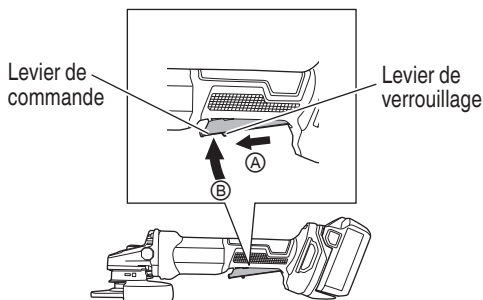

Fig. 15
2. Mettre la meuleuse sous tension (Fig. 15). Pour mettre l'outil en marche, poussez le levier de verrouillage dans la direction de Ⓐ et appuyez sur le levier de commande dans la direction de Ⓑ comme indiqué sur la Fig. 15. Relâchez le levier de commande pour arrêter l'outil.